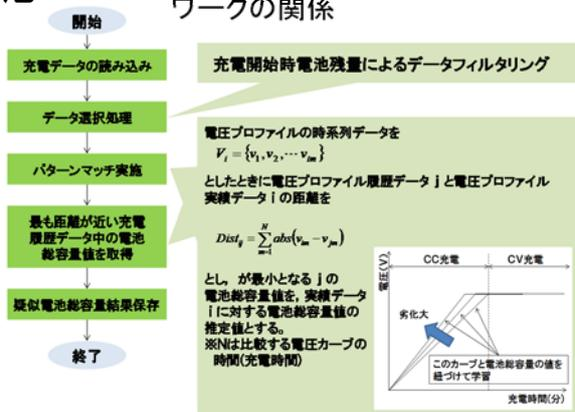

図3 充電プロファイルを用いた蓄電池劣化診断例
- 電圧パターンマッチング法(図3)により、蓄電池の劣化診断を行うことが可能となります。